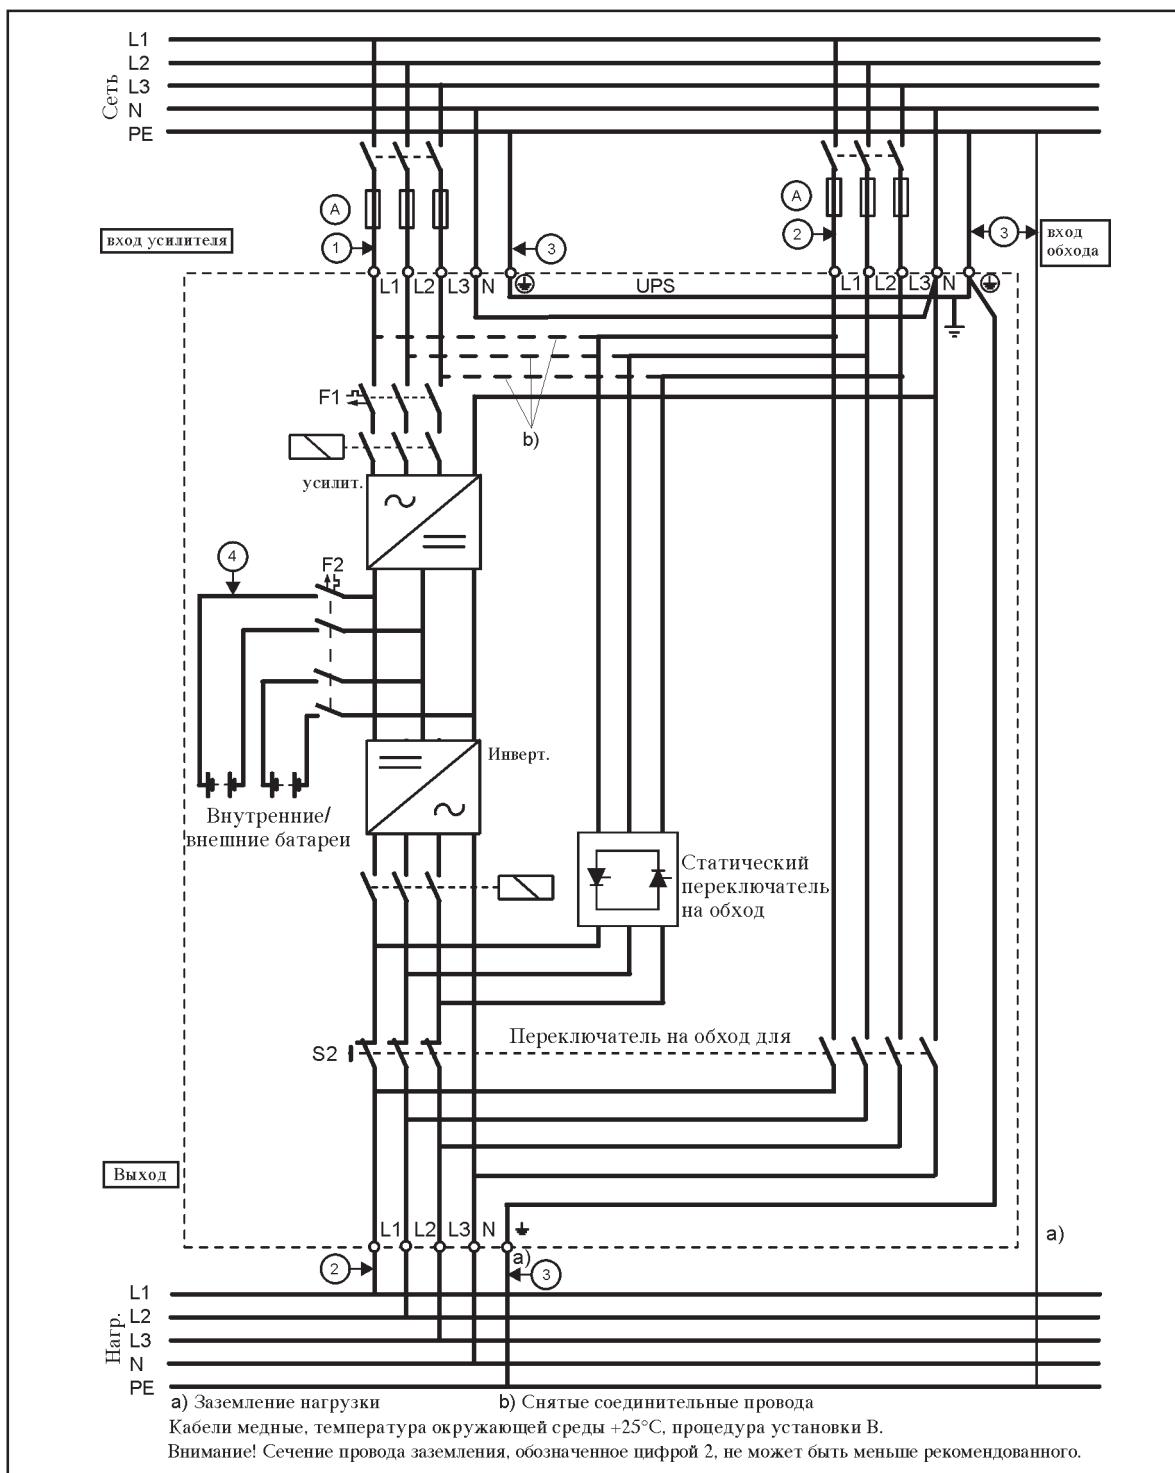
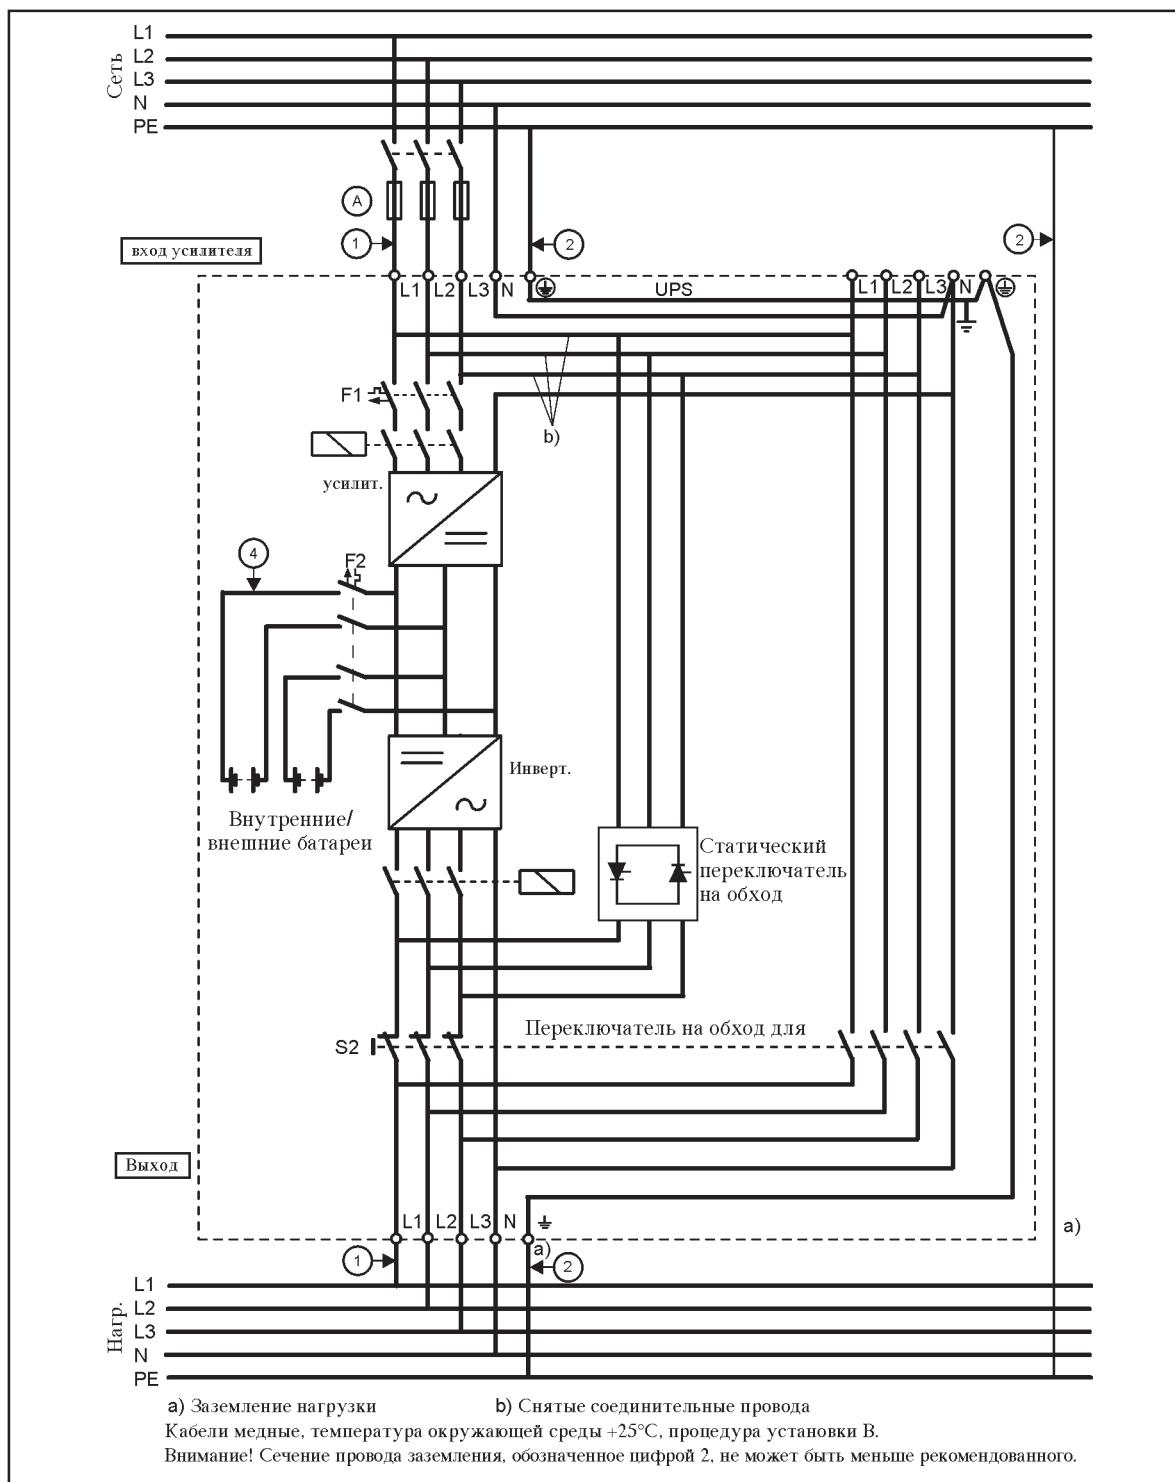

Рис. 5. Пяти-проводная установка ИБП для моделей от 7,5 до 15кВА с двумя входами.
Рис. 6. Пяти-проводная установка ИБП для моделей от 7,5 до 15 кВА с одним входом.
1. Проверьте, что электропроводка на месте подключения ИБП выполнена в соответствии с общими требованиями. Также проверьте соответствие плавких предохранителей и сечения проводов, указанных на рис.5 для, рис.6 Это зависит от того, какой способ подключения ИБП используется - на два входа ИБП или на один.
5. ИБП подключается в соответствии с рис.5 или рис.6. Это зависит от того, какой способ подключения ИБП используется - на два входа или на один. Стандартная модель NC.
Таблица 2. Параметры кабелей и предохранителей для пяти-проводной установки ИБП моделей от 7,5 до 15 кВА с двумя входами. Проверьте, чтобы цифры на предохранителях и буквы на кабелях совпадали со значениями, приведенными на рис. 5.
Таблица 3. Параметры кабелей и предохранителей для пяти-проводной установки ИБП моделей от 7,5 до 15 кВА с одним входом. Проверьте, чтобы цифры на предохранителях и буквы на кабелях совпадали со значениями, приведенными на рис. 6.